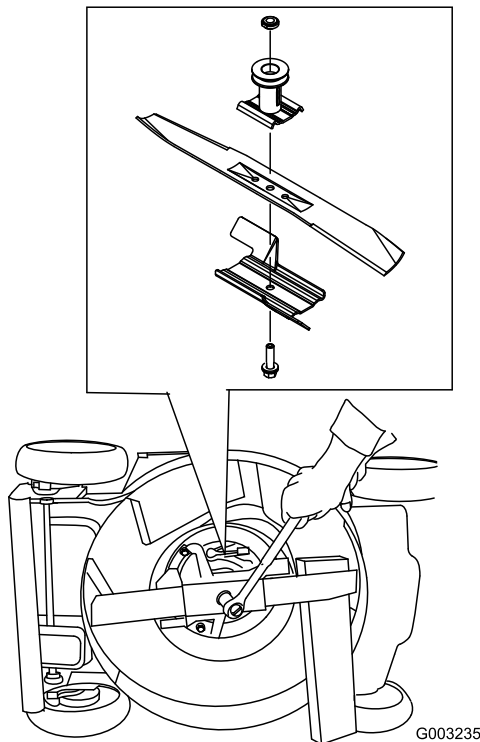

Figura 39
- Utilice un bloque de madera para inmovilizar la cuchilla (Figura 39).